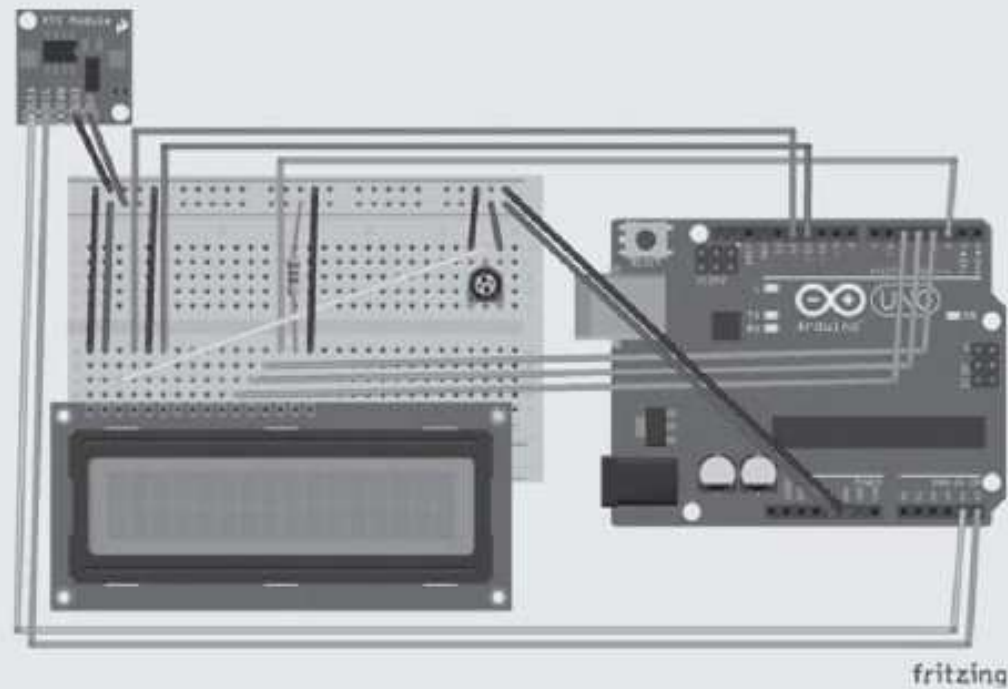

Figura 13.10 – Relógio com display de LCD.
2. Reproduza no Fritzing o projeto mostrado na Figura 13.10, considerando os seguintes componentes: 1 Arduino, 1 Real Time Clock (RTC DS-1307), 1 display de LCD 16x2, 1 resistor de 330 ohms (laranja, laranja, marrom), 1 potenciômetro de 10 kohms, 1 protoboard e jumper cables para as conexões.